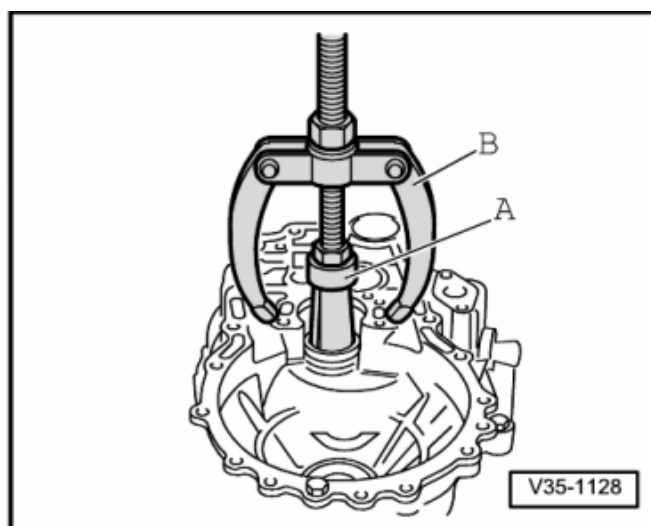

Abb. 2: Außenring/Kegelrollenlager klein einpressen ►
- ☐ einpressen ⇒ Abb. 2 in **35-2** Seite 4